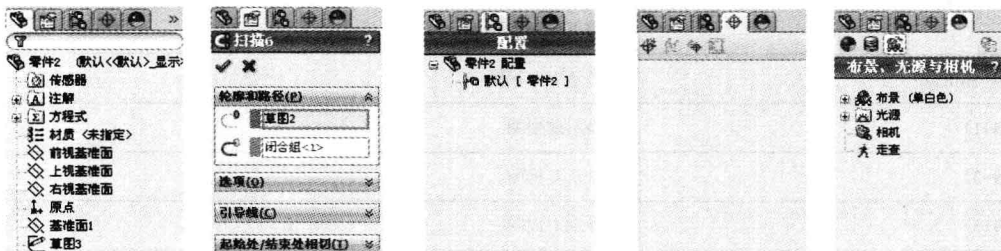

图 1-6 “导航控制区”的几个选项卡
- 导航控制区：位于主操作界面的左侧，由“FeatureManager”、“PropertyManager”、“ConfigurationManager”、“DimXpertManager”和“DisplayManager”5个选项卡组成，如图 1-6 所示。其中“FeatureManager”选项卡（也称为“特征管理器”）是最常使用的选项卡，用于将当前模型的特征以树状结构方式显示，以方便建模和修改，其他导航控制区通常会自动切换。